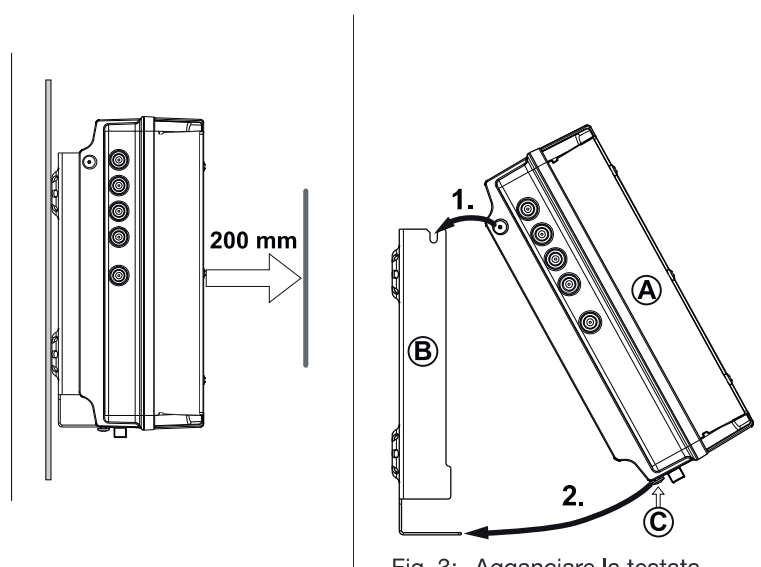

Fig. 3: Agganciare la testata
1. Montare il supporto a parete in orizzontale sulla superficie di montaggio; vedere © in Fig. 3. Attenersi a quanto segue:
2. Agganciare la testata Ⓐ al supporto a parete Ⓑ; vedere Fig. 3.